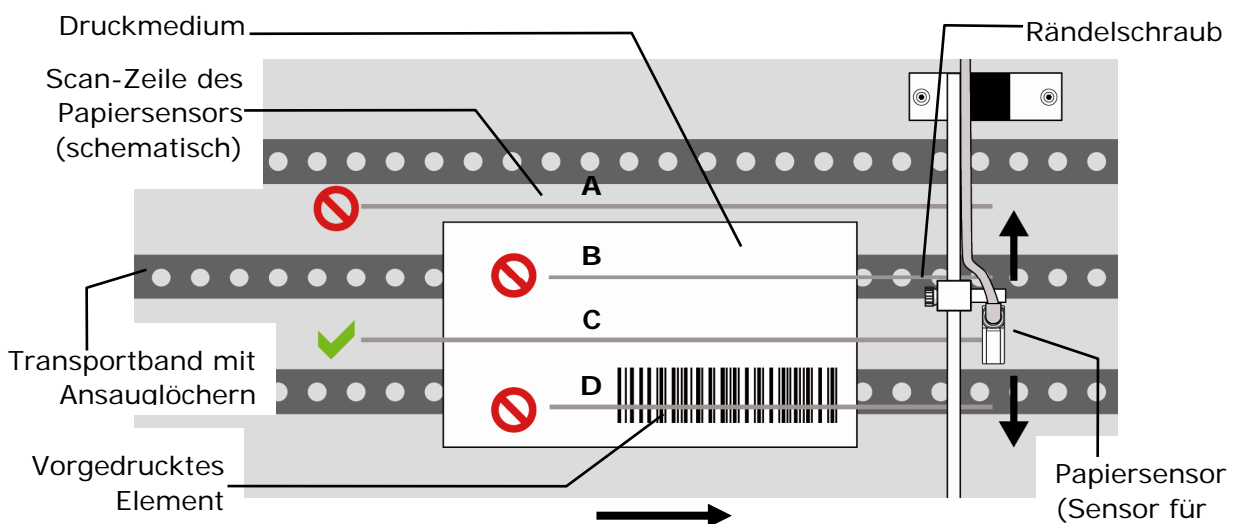

Abbildung 26: Positionieren des Papiersensors (schematisch)
- Sie können den Sensor entlang der Führungsleiste bewegen. Positionieren Sie ihn über Ihrem verwendeten Material, damit er die Gesamtlänge der einzelnen Produkte erkennen kann. Informationen zu anderen Szenarien finden Sie in Abbildung 26. Die Abtastlinie des Papiersensors wird als graue Linie dargestellt.